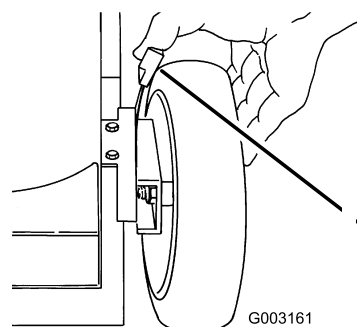

Figure 17
1. Tirez le levier de réglage de hauteur vers la roue (Figure 17) et amenez-le à la position voulue.